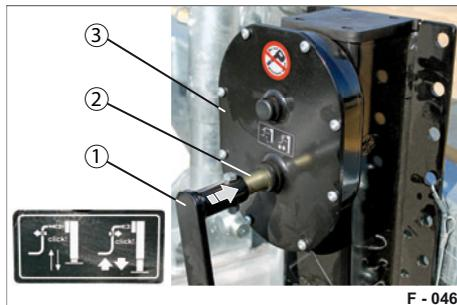

Abb. 60 Lastgang einschalten
- ▶ Belassen Sie die Kurbelwelle (Abb. 60/2) im Lastgang (eingedrückt).
- ▶ Drücken Sie die Kurbelwelle (Abb. 60/2) in den Lastgang ein.